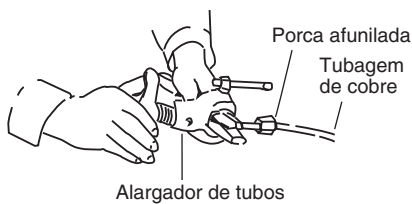

Fig. 5-3
- (3) Retire a porca afunilada da unidade e certifique-se de que a monta no tubo de cobre.
- (4) Faça um afunilamento na ponta do tubo de cobre com um alargador de tubos. (Fig. 5-3)